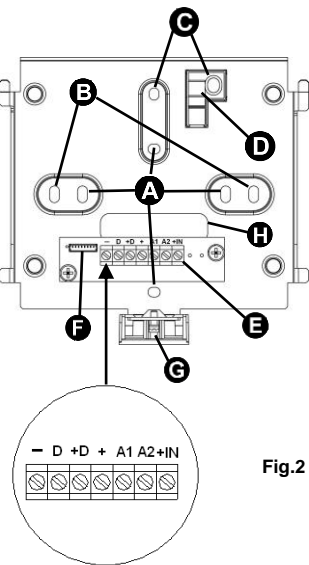

Fig.2
- Fissare la staffa di supporto alla parete tramite tasselli da 6 mm (non forniti), o sulla scatola da incasso qualora presente, tenendo la morsetteria verso il basso (Fig. 2) utilizzando le predisposizioni "A" o "B". Evitare di stringere troppo le viti in quanto la conseguente curvatura della staffa potrebbe rendere difficoltoso l'aggancio della tastiera alla staffa stessa.